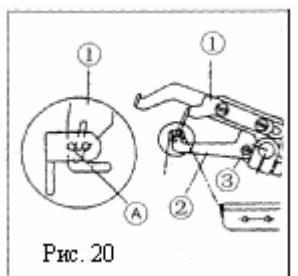

Рис. 20
- Когда рычаг нитепрятгивателя (1) установлен в верхнем положении, маленькое отверстие (A) другого нитепрятгивателя должно находиться на одном уровне с длинной канавкой расправителя.
- Чтобы произвести регулировку, ослабьте винты 3 и 4 и сдвиньте рычаг расправителя (2) вверх или вниз. Затем затяните винты 3 и 4. (Рис. 20).